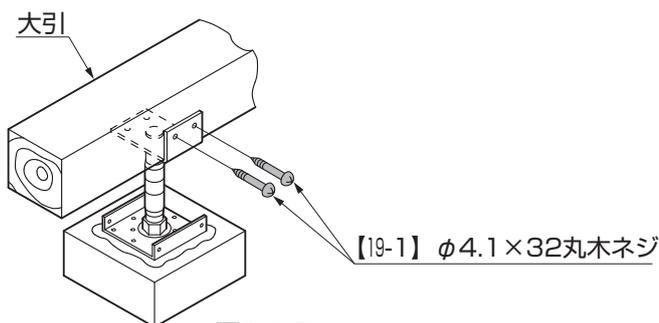

図2-15
- ⑥ 大引を束調整金具にのせて、横から【19-1】で束調整金具に固定してください。(図2-15参照)